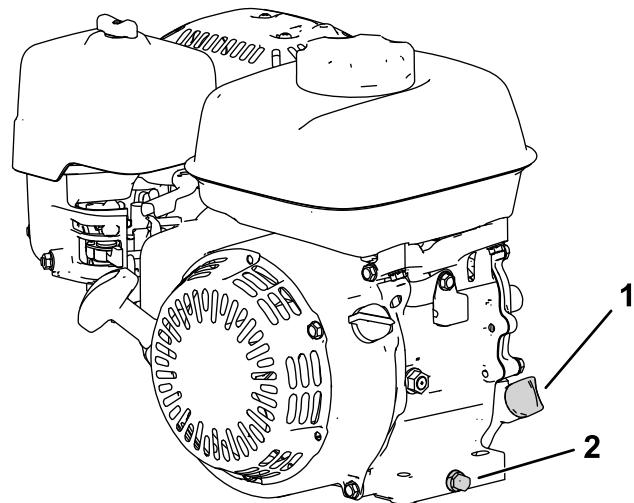

Рисунок 29
- Разместите машину таким образом, чтобы двигатель был расположен ровно и очистите пространство вокруг заливного патрубка для масла (Рисунок 29).
3. Снимите пробку сливного отверстия, шайбу и масломерный щуп (Рисунок 29).